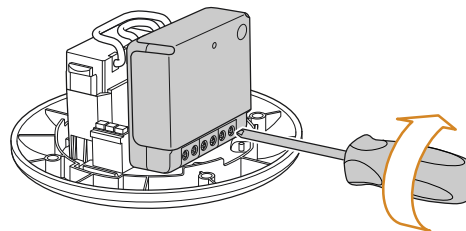

Figure 2
- 3 Visser les 6 vis du module, voir **figure 2**.